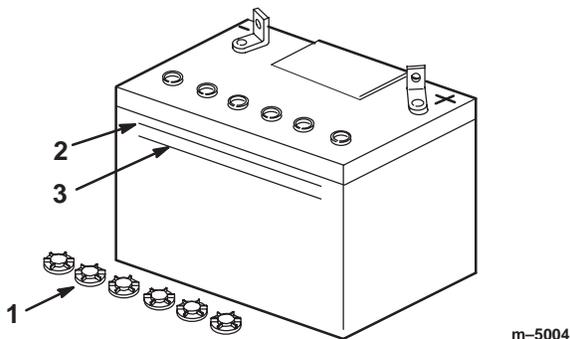

Figure 7
3. Enlevez les bouchons d'aération de la batterie (Fig. 7).
- Versez lentement de l'électrolyte dans chaque élément jusqu'au trait **supérieur** (Fig. 7) sur le côté de la batterie.
- Attendez cinq à dix minutes après avoir rempli les éléments. Ajoutez de l'électrolyte au besoin, pour amener le niveau au repère **supérieur** (Fig. 7) sur le côté de la batterie.